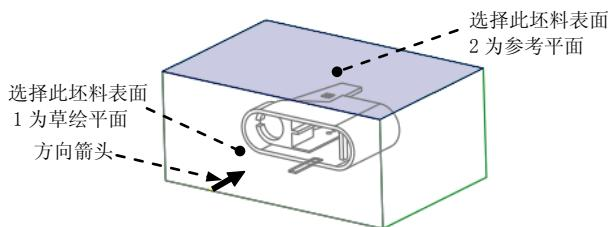

图 19.20 定义草绘平面
(1) 单击 **编辑模具体积块** 操控板 **形状** ▾ 区域中的 按钮,此时系统弹出“拉伸”操控板。
(2) 定义草绘截面放置属性。右击,从弹出的菜单中选择 **定义内部草绘...** 命令;在系统 **选择一个平面或曲面以定义草绘平面** 的提示下,选取图 19.20 所示的坯料表面 1 为草绘平面,接受图 19.20 中默认的箭头方向为草绘视图方向,然后选取图 19.20 所示的坯料表面 2 为参考平面,方向为 **上**,单击 **草绘** 按钮,此时进入草绘环境。